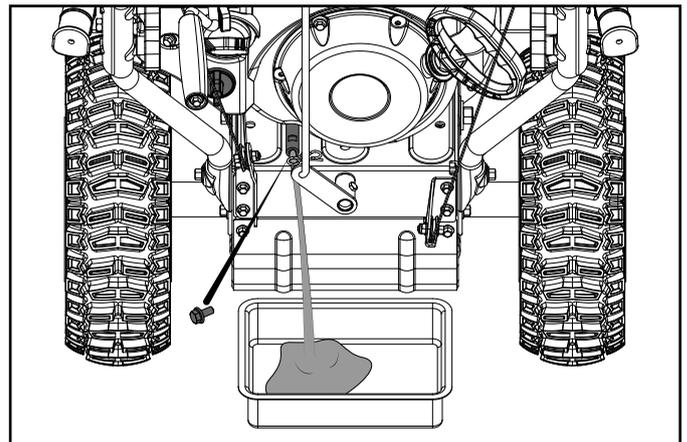

Figure 22
3. Enlevez le boulon de vidange et videz l'huile dans le contenant en inclinant légèrement le moteur dans la direction de la jauge d'huile. (figure 22)